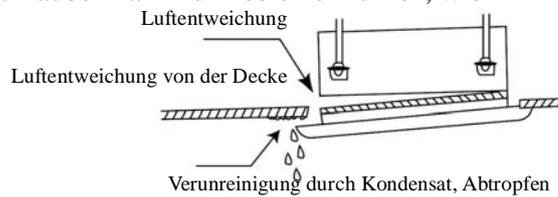

Abb. 24
1. Ein fehlerhaftes Anschrauben kann zu Problemen führen, wie im Bild 24 dargestellt.